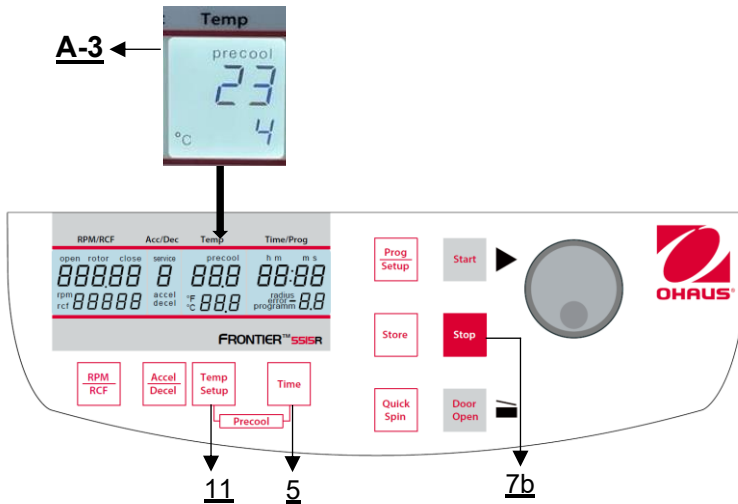

Figura 20
Se i campioni sono sensibili alla temperatura, è utile pre-raffreddare la centrifuga, il rotore ed eventualmente i secchi alla temperatura di lavoro richiesta. Inserire quindi il rotore desiderato e preimpostare la relativa temperatura. Premendo contemporaneamente i tasti **"Temp/Setup"** (11) e **"Time"** (5) è possibile avviare la corsa (**Figura 20**). Durante il funzionamento, l'unità sceglie automaticamente una velocità di rotazione equivalente al 30 o al 50% della velocità di rotazione consentita del rispettivo rotore (a seconda del rotore). Una volta raggiunta la temperatura preimpostata, è possibile abbandonare la corsa di pre-raffreddamento con il tasto **"Stop"** (7b)